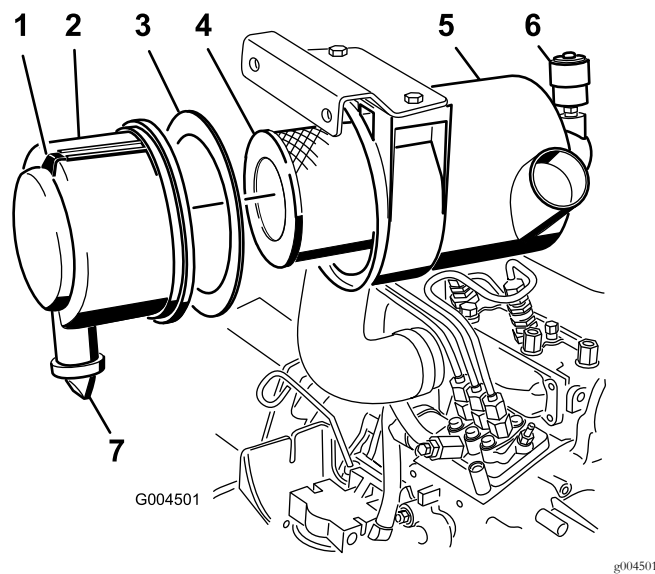

図 35
3. エアクリーナの整備はインジケータが赤色になっていたら、または 400 運転時間ごと非常にホコリのひどい場所で使っている場合にはよりひんばんに行ってください(図 35)。